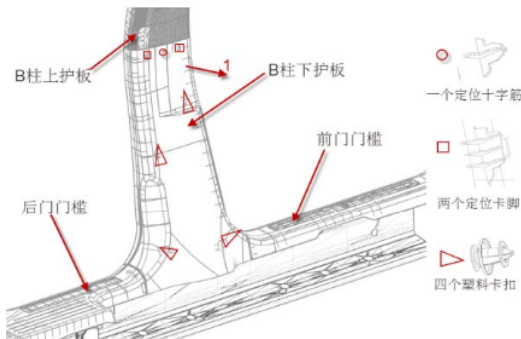

图 7-2-5-1 B 柱下护板拆卸示意图
- (1) 首先松开 B 柱配合的前后门框密封条；
- (2) 拆除前后门槛护板（参照前后门槛护板的拆卸方法）；
- (3) 沿钣金配合处用双手往车内方向掰（如图 7-2-5-1 方向 1），把塑料卡扣紧固点（4 个）从钣金分离即可拿下 B 柱下护板。